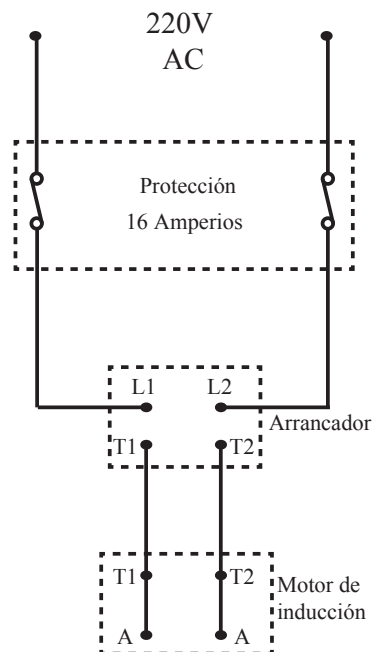

Figura 14: Conexión del motor de inducción.
2. Instale el circuito de la figura 14 teniendo en cuenta los cuidados al realizar las conexiones.